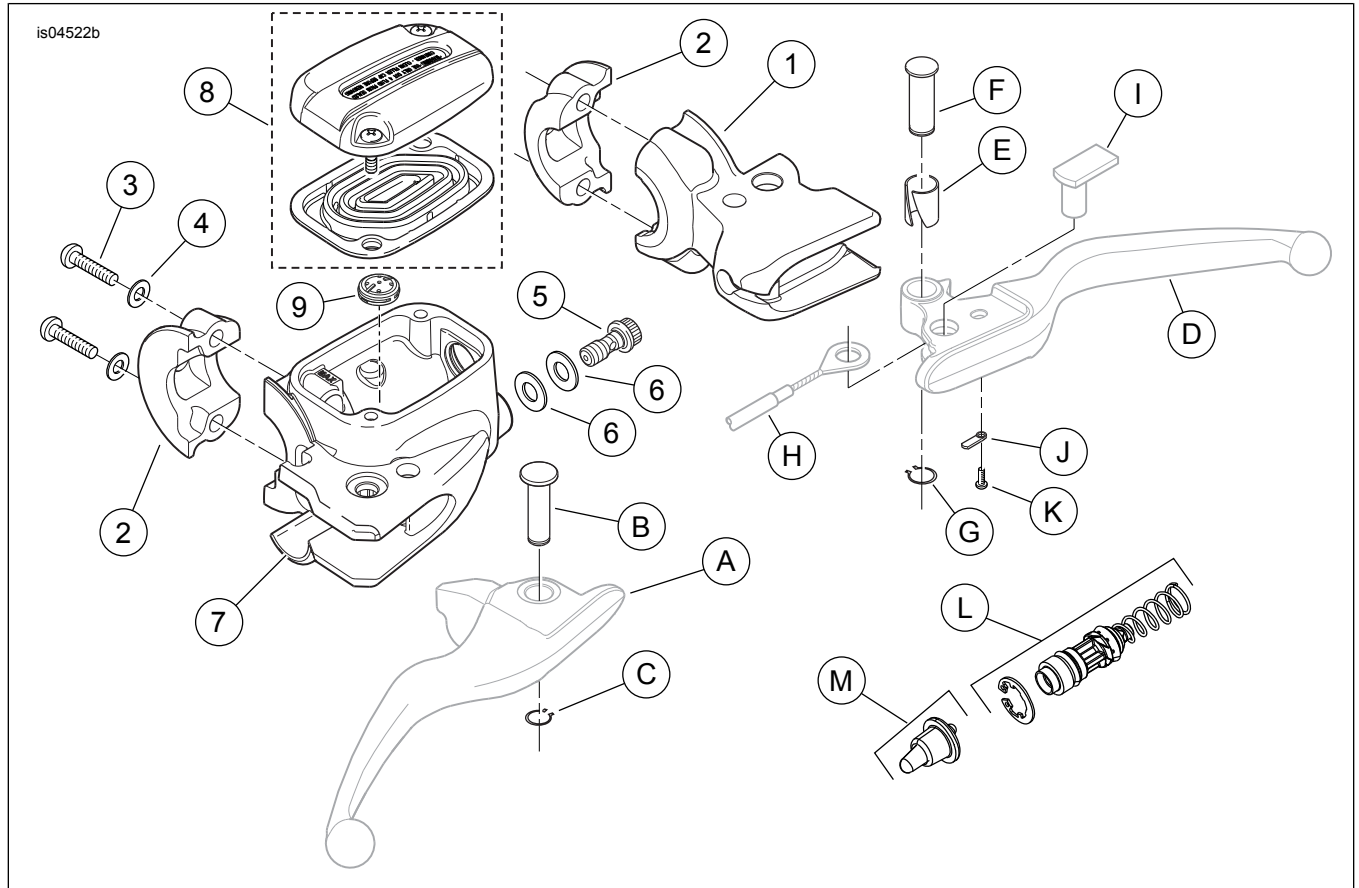

Abbildung 5. Ersatzteile, Kupplungshalterung, verchromt und Vorderradhauptbremszylinder-Satz
3. Siehe Abbildung 5. Den Sicherungsring (G) vom Gelenkzapfen (F) entfernen und **entsorgen**. Den Zapfen von der Kupplungshebelhalterung (1) entfernen und **aufheben**.
4. Den Ankerstift (I) des Kupplungszugs vom Kupplungshandhebel (D) abnehmen. Das Lastösenende des Kupplungszugs (H) und den Handhebel von der Halterung entfernen.
5. Die zwei Schrauben (3) und die flachen Unterlegscheiben (4), mit denen die Lenkerschelle (2) an der Kupplungshebelhalterung befestigt ist, mit einem T-27 TORX®-Steckschlüsseinsatz entfernen und entsorgen. Die Kupplungshebelhalterung und die Schelle vom Lenker entfernen.
1. Siehe Abbildung 5. Den zuvor ausgebauten Original-Kupplungshandhebel (D) oder einen neuen Hebel (einzeln erhältlich) bereit legen. Prüfen, ob die Gelenkbuchse (E) angebracht ist.
2. Das Lastösenende des Kupplungszugs (H) im Kupplungshebel in Position bringen und den Ankerstift (I) in die Einbaustellung schieben. Die Abflachung am Stift muss in Richtung Handhebel zeigen.